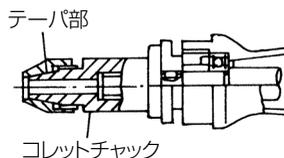

図 8
- トイシを取付ける場合は、図 8 に示すテーパ部にスピンドル油 (ミシン油でも結構です) を少量塗布してから、コレットチャックを締めてください。